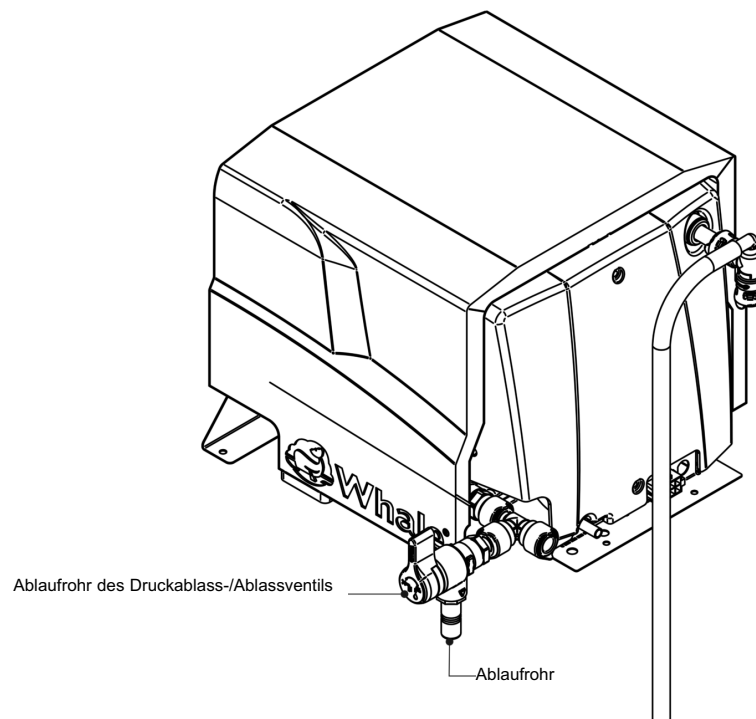

Abb. 14 Installation des Abflussrohrs
Schritt 6: Montage der Ablaufrohre (siehe Abb. 14)